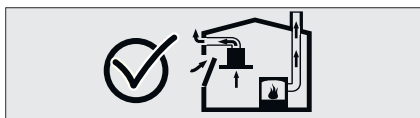

Fig. 3
- Por lo tanto, siempre debe garantizarse una entrada de aire fresco adecuada. Fig. 3